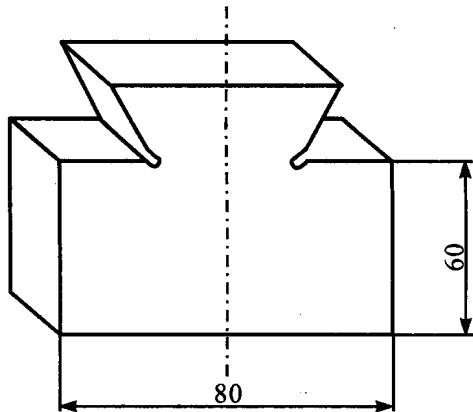

图 1-8 毛坯尺寸
(1) 毛坯料接上一节的燕尾, 检查毛坯料情况(60×80), 作必要修整(如图1-8所示)。